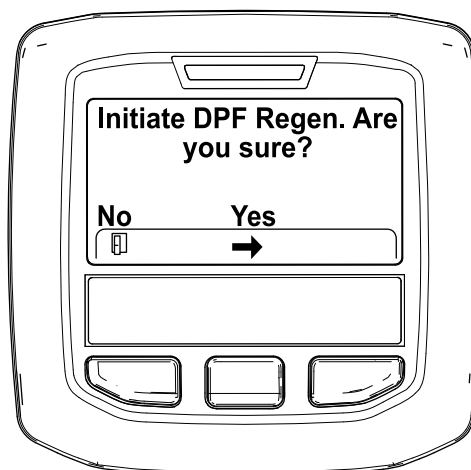

Bild 47
4. Wenn die Meldung „Initiate DPF Regen. Are you sure?“ angezeigt wird, drücken Sie die mittlere Taste (Bild 47).